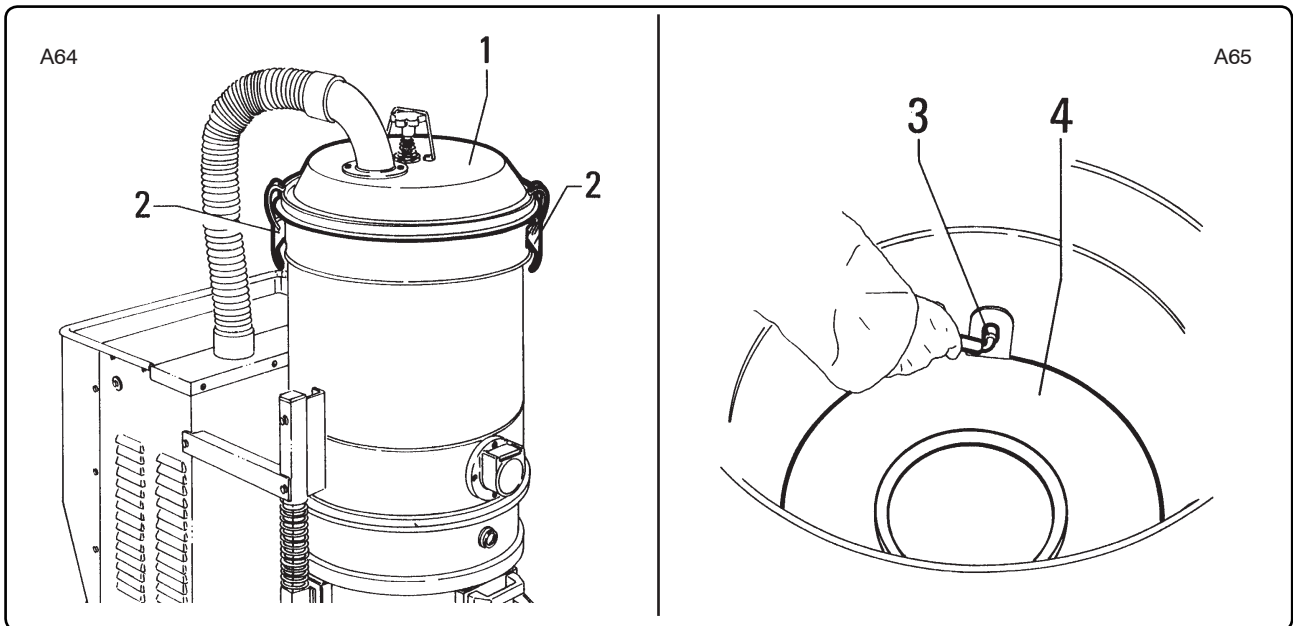

Fig. 8.5.10
8.5.9 - Pulizia o sostituzione del ciclone (fig. 8.5.10)
8.5.9 - Cleaning or replacing the separator (fig. 8.5.10)
8.5.9 - Nettoyage ou remplacement du cyclone (fig. 8.5.10)
8.5.9 - Reinigen oder Ersetzen des Zyklons (Abb. 8.5.10)